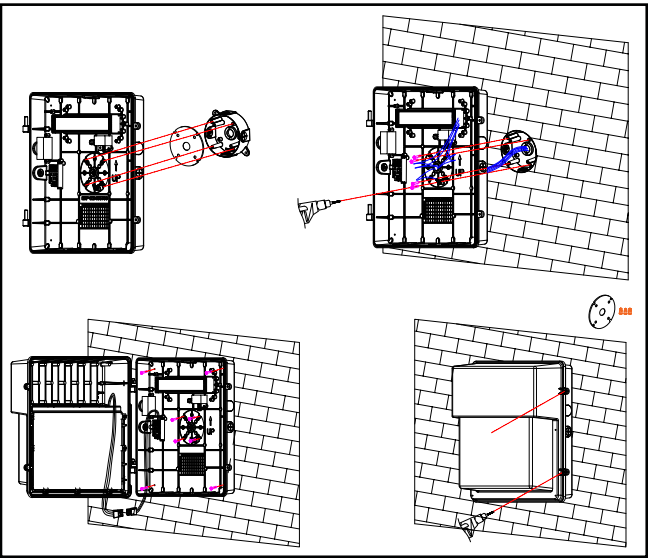

Figura 4
2. Alinee y taladre los orificios de montaje y fije la carcasa trasera a la caja de conexiones o a la pared (el hardware de montaje no está incluido) con tornillos de tamaño n.º 8-32*3/4 in tipo L, cantidad 4. (Figura 4)